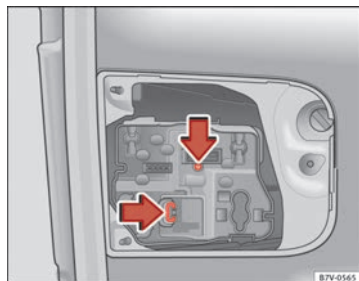

Fig. 213 Nel portellone posteriore: Rimuovere il portalamпада.
4. Premere le linguette di bloccaggio nella direzione indicata dalla freccia ⇒ fig. 213 ed estrarre il portalamпада.